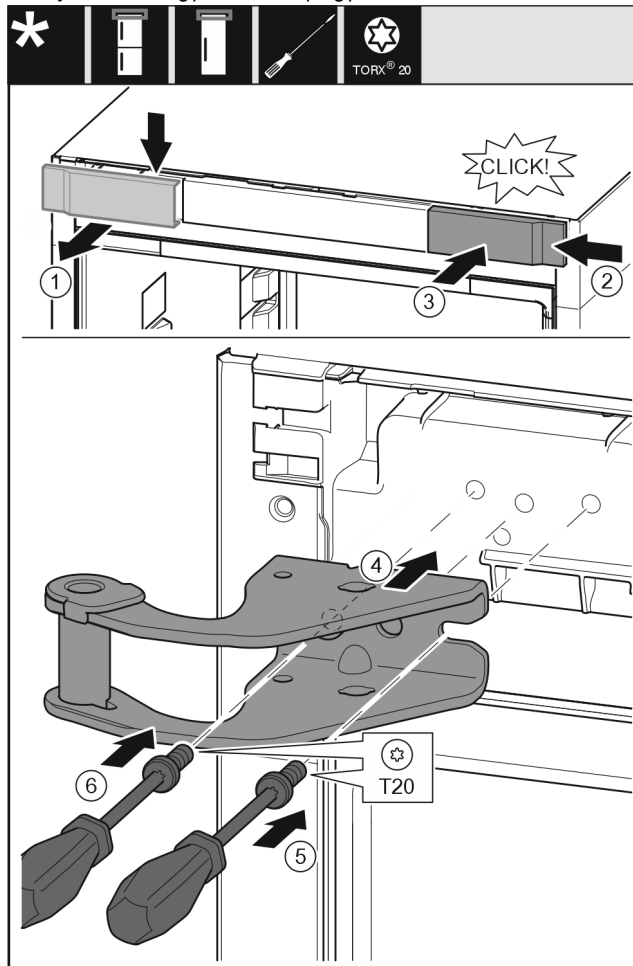

Fig. 10
- ▶ Vegye ki felülről a fedelet Fig. 10 (1) előrefelé.
- ▶ Akassza be a fedelet Fig. 10 (2) 180°-kal elfordítva a másik oldalra jobb felől.
- ▶ Pattintsa be a fedelet Fig. 10 (3).
- ▶ Helyezze fel a felső csapágybakot Fig. 10 (4).
- ▶ Helyezze fel és húzza meg a csavart Fig. 10 (5) csavarhúzóval.
- ▶ Helyezze fel és húzza meg a csavart Fig. 10 (6) csavarhúzóval.